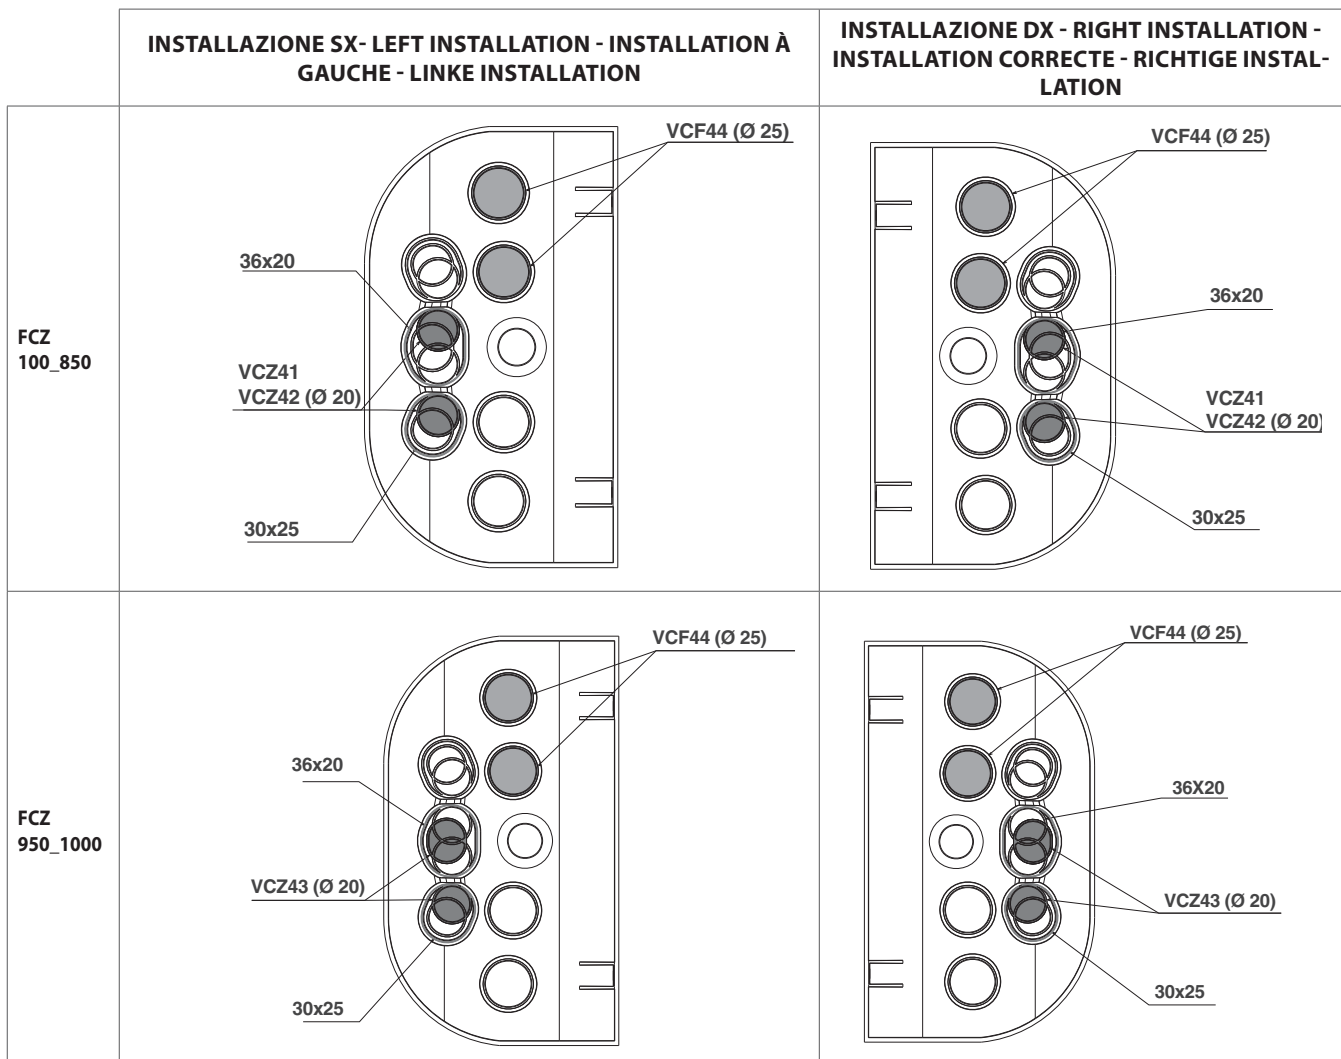

Fig. 2
– nel caso le connessioni idrauliche arrivino dal pavimento sfondare parzialmente, in base alle esigenze d'impianto e alla sezione del tubo, i setti in plastica (vedi tabella fig. 2), ed infilarvi i tubi stessi isolandoli fino a sotto la bacinella. Successivamente provvedere a sigillare con silicone i fori di passaggio onde evitare trafilemento di condensa lungo i tubi;
– if the hydraulic connections come from the floor, partially break through the plastic baffles (see table fig. 2), according to the system's requirements and the pipe's cross-section, and insert the pipes, insulating the section that arrives under the tray. Then seal the passage holes with silicone to prevent condensation along the pipes;
– si les raccords hydrauliques proviennent du sol rompre partiellement, en fonction des exigences d'installation et de la section du tube, les cloisons en plastique (voir tableau fig.2), et y glisser les tubes en les isolants jusque sous le bac. Puis sceller avec de la silicone les trous de passage, afin d'éviter le passage de la condensation sur les tubes ;
– Wenn die Wasseranschlüsse vom Fußboden kommen, müssen die Kunststoffschirme auf Grundlage der Anforderungen der Anlage und des Leitungsquerschnitts (siehe Tabelle Abb. 2) teilweise durchbohrt werden. Anschließend müssen die Leitungen eingeführt und bis unterhalb der Wanne abisoliert werden. Anschließend müssen die Bohrungen mit Silikon abgedichtet werden, um den Austritt von Kondensat entlang der Leitungen zu verhindern.